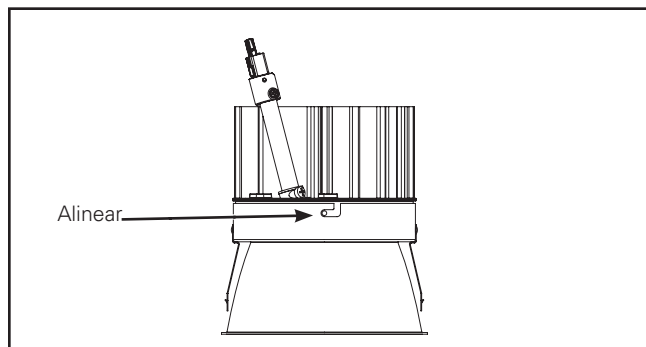

Figura 6.
3. Inserte el motor de la luminaria LED en la moldura inferior. Alinee los orificios de los tornillos del motor de la luminaria LED con los orificios de los tornillos de la moldura inferior (Figura 6.).